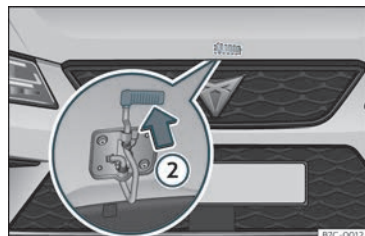

Fig. 256 Lleva sota el capó.
- Per aixecar el capó, feu pressió cap amunt sobre la lleva situada sota el capó »» **fig. 256 ②**. El ganxo de subjecció queda desbloquejat.